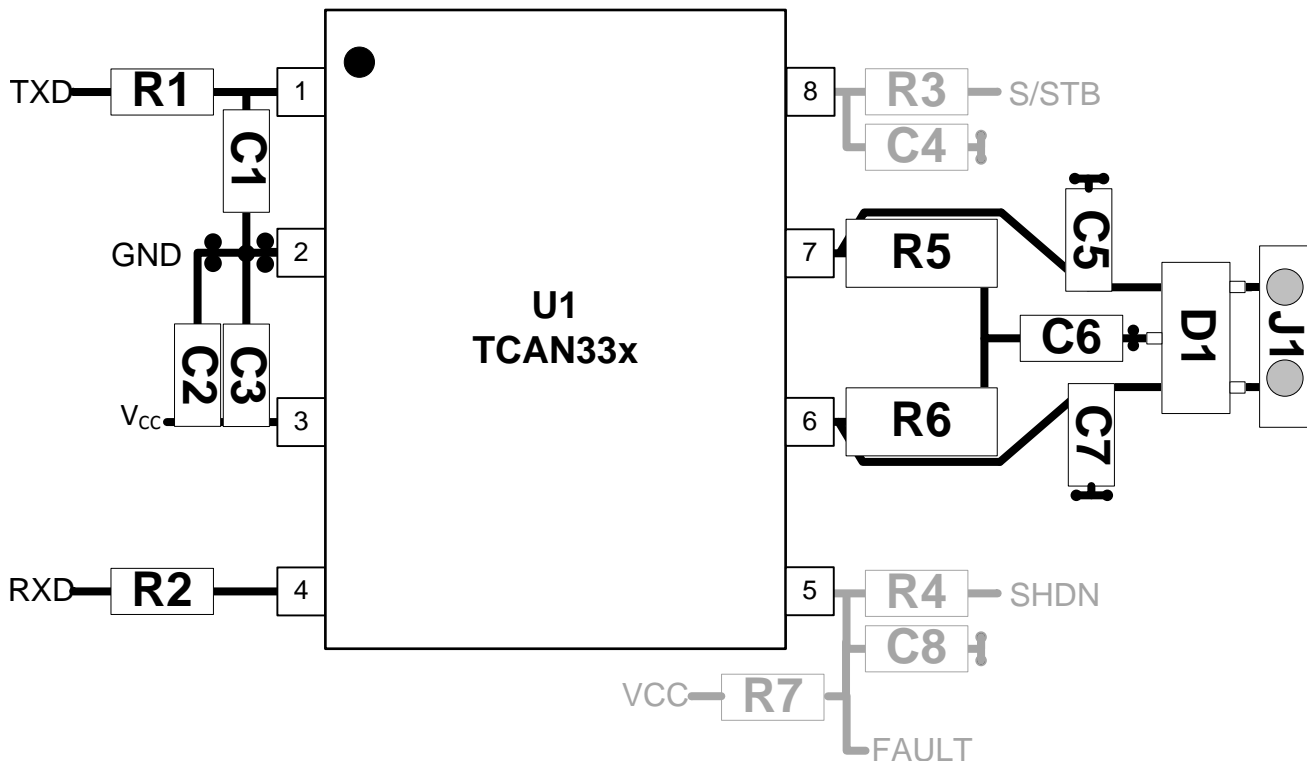

Figure 40. 布局示例
- CANH 和 CANL 的瞬态保护：瞬态电压抑制 (TVS) 和电容（如 Figure 40 中所示的 D1、C5 和 C7）可用于提供额外的系统级保护。这些器件必须尽可能靠近连接器放置。这可以防止瞬变电能和噪声进入电路板上的其他网络。
- CANH 和 CANL 的总线端接：Figure 40 显示了分裂端接，其中端接分为 R5 和 R6 两个电阻，端接的中心或分接抽头通过电容 C6 接地。分裂端接为总线提供共模滤波。当在电路板上而非直接在总线上进行端接时，务必谨慎操作以确保端接节点不会从总线上被移除，否则将因为总线两端端接不当而导致出现信号完整性问题。